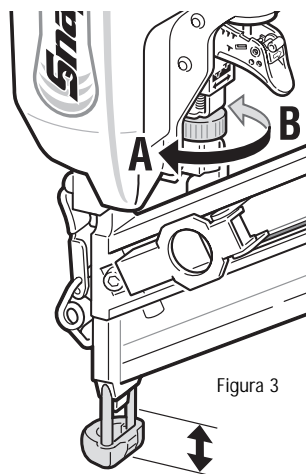

Figura 3
Regule la profundidad del clavado girando la perilla ajustadora (Figura 3, artículo 1) hacia la izquierda (A) para el ajuste más profundo y a la derecha (B) para el más superficial. Para aumentar la profundidad de los clavos, incremente la presión de aire cuando la perilla ya esté fijada en el ajuste más alto. Para disminuirla, reduzca la presión de aire cuando la perilla ya esté fijada en el ajuste más bajo. Si los clavos se insertan con demasiada profundidad cuando la perilla está en el ajuste más bajo, disminuya la presión de aire. En general, el clavador angular para acabado tendrá mayor vida útil cuando la perilla se fije en el ajuste más bajo, ya que el mecanismo de inserción de clavos sufre menos desgaste y deterioro.